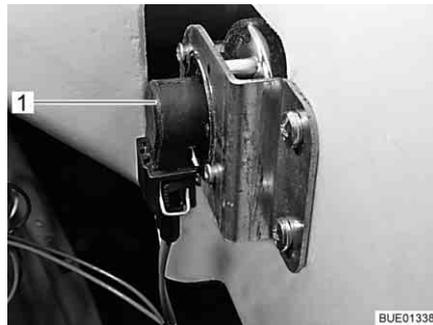

Bild 255 Fahrtrichtungsanzeiger
- Hinter den Lampenhalter (Bild 255, 1) greifen.
- Hinter den Lampenhalter (Bild 255,1) greifen.